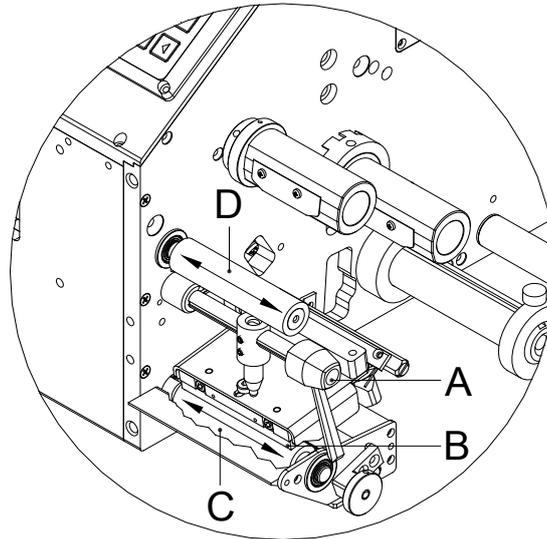

Abbildung 9
1. Schwarzen Andruckhebel (A, in Abbildung 9) gegen den Uhrzeigersinn drehen, um den Druckkopf zu entriegeln.